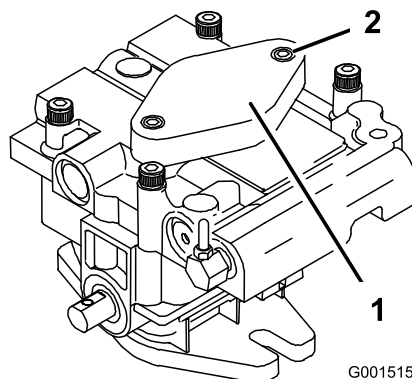

Рисунок 42
- B. Ослабьте 2 колпачковых винта с внутренними шестигранниками (Рисунок 42) только на 1-1/2 оборота.